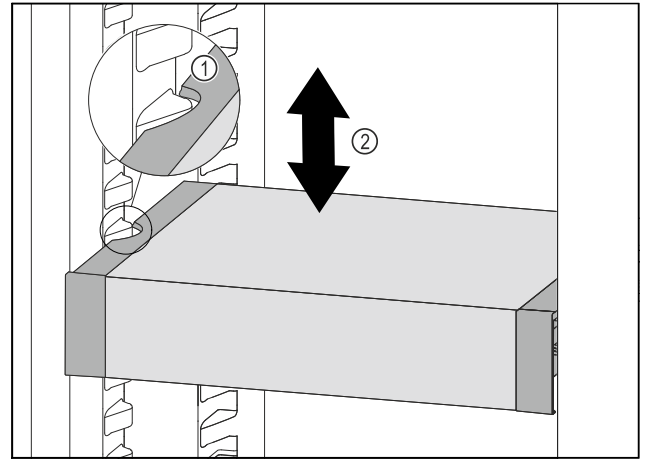

Fig. 135
- ▶ Tirer le VarioSafe vers l'avant jusqu'à ce que les encoches latérales du VarioSafe soient à la hauteur de la nervure du bac dans la partie réfrigérateur. Fig. 135 (1)
- ▶ Déplacer le VarioSafe vers le haut ou vers le bas dans la partie réfrigérateur jusqu'à ce que la hauteur souhaitée soit atteinte. Fig. 135 (2)